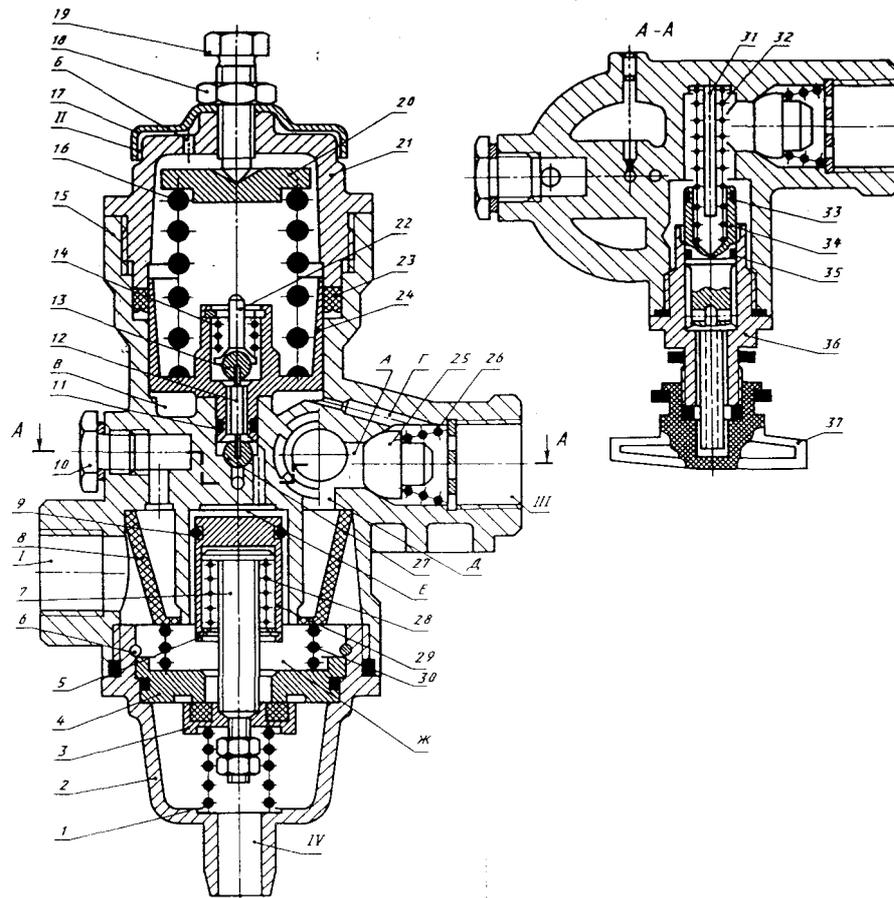

Рис. 65 Регулятор давления
1. РЕГУЛЯТОР ДАВЛЕНИЯ (рис. 65)